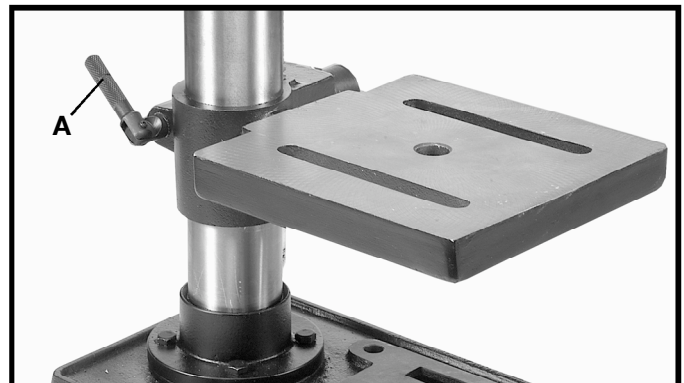
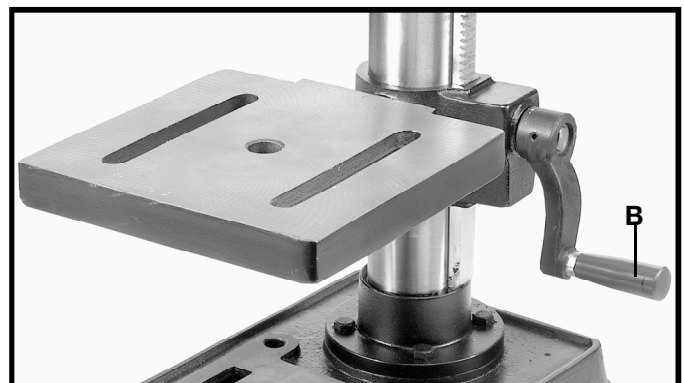

Fig. 20
Fig. 21
1. La table se soulève et se baisse sur la colonne de la perceuse en desserrant l'étau d'établi (A, fig. 20) et en tournant la poignée qui lève et abaisse la table (B, fig. 21). Une fois la table à la hauteur souhaitée, serrer l'étau (A, fig. 20). **REMARQUE** : la position finale de la table de la perceuse à colonne devrait toujours être de la position inférieure à la position supérieure.
2. En desserrant l'étau de table (A, fig. 20), la table pivote sur 360 degrés sur la colonne. Pivoter la table à la position souhaitée et serrer l'étau de table.